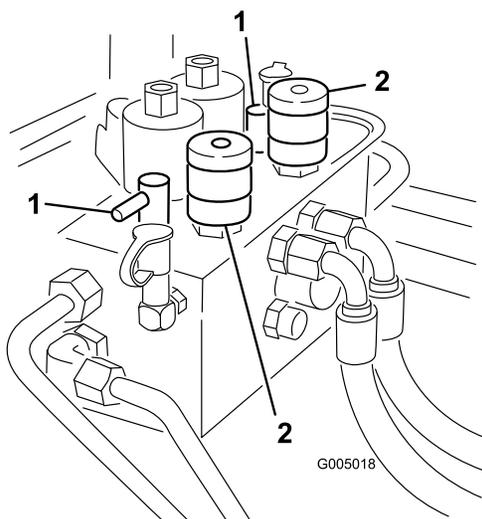

Figure 81
3. Localisez les boutons de sélection de vitesse des cylindres et les boutons de rodage (Figure 81). Tournez le(s) bouton(s) voulu(s) à la position de rodage et le(s) bouton(s) de sélection de vitesse des cylindres à la position 1.